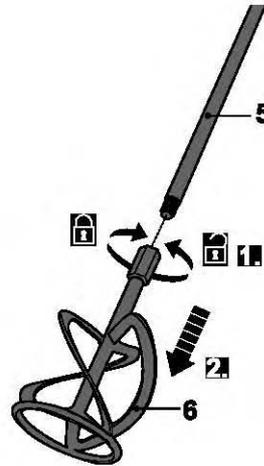

Fig. 8
- > Desserrer l'écrou soudé en sens inverse des aiguilles d'une montre (Fig. 8, étape 1) et dégager l'agitateur [6] de l'arbre [5] (Fig. 8, étape 2).